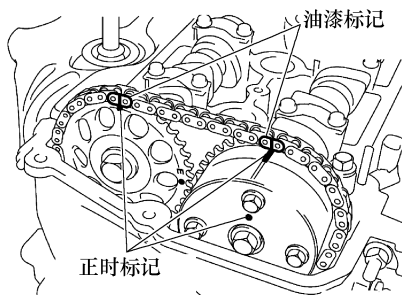

图 1-229 对准正时标记
- ① 拆下风扇和发电机 V 带。
- ② 拆下发动机安装隔离件分总成。
- ③ 将 1 号气缸设置在压缩行程上止点 (TDC) 位置上。
- ④ 将链条上的油漆标记与凸轮轴正时链轮和凸轮轴正时齿轮的正时标记对准, 见图 1-229。